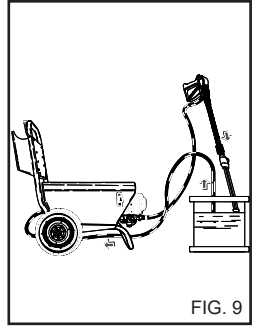

FIG. 9
- 1) Depois de usar o detergente, enxágue o circuito de sucção; enfile o tubo de sucção (fig. 9) de detergente num tanque contendo água limpa e faça com que a bomba funcione por um minuto com a torneira de dosagem completamente aberta e com a lança em fase de saída de detergente.
4) Depois da utilização do detergente, enxágue o circuito de sucção; enfie o tubo de sucção (fig. 9) de detergente num tanque contendo água limpa e faça com que a bomba funcione por 1 minuto com a lança em fase de saída de detergente.